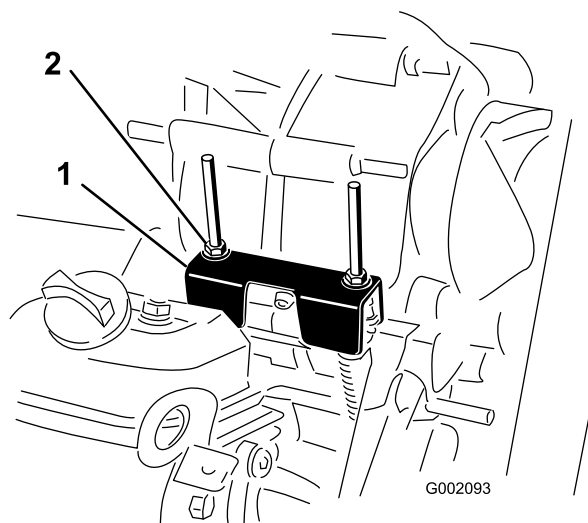

Figure 45
Lors des entretiens courants et/ou des diagnostics du moteur, vous devez placer la boîte-pont au POINT MORT (Figure 45). La position POINT MORT de l'inverseur de marche commande le point mort de la boîte-pont. Pour vérifier que le point mort de l'inverseur de marche actionne correctement le point mort de la boîte-pont, procédez comme suit :
2. Vérifiez que la patte de réglage du point mort est à la position POINT MORT (au même niveau que le support de fixation du câble situé sous la patte d'inversion de marche) en tournant l'embrayage d'entraînement (Figure 45).
3. Tournez un des contre-écrous (Figure 45) pour obtenir un espace de 0,76 à 1,52 mm (0,03 à 0,06 po) entre le bas de l'écrou/la rondelle et la patte de réglage du point mort.